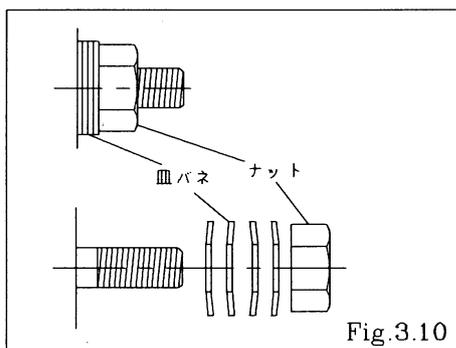

Fig.3.10
- ・皿バネの取り付け方向に注意すること。[Fig.3.10]